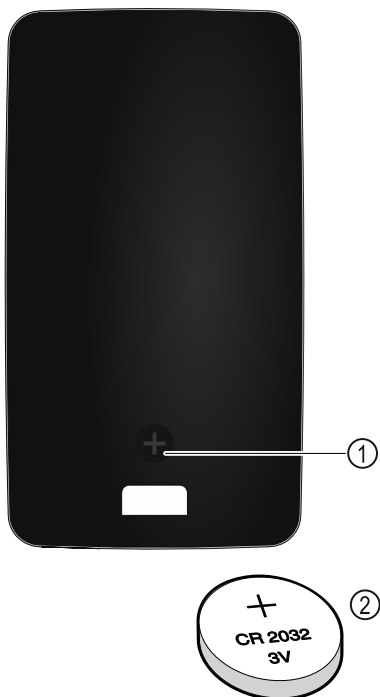

Fig. 255
A távvezérlés áramellátása egy CR 2032-es típusú, 3V-os Fig. 255 (2) elemmel történik, amely szakkereskedésekben szerezhető be.
- ▶ Csavarozza ki a csavart Fig. 255 (1) a távvezérlő hátoldalán.